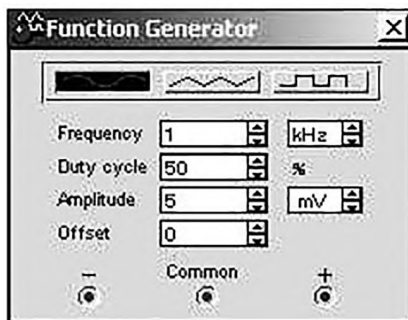

Рис. 7.2. Лицевая панель функционального генератора
7.2.2. Установить настройки функционального генератора согласно рис. 7.2.